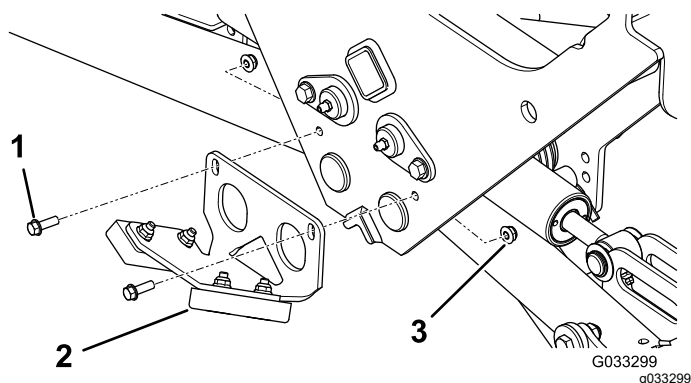

Figura 19
6. Montate il gruppo paraurti posteriore come mostrato nella Figura 19.